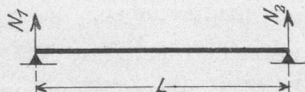
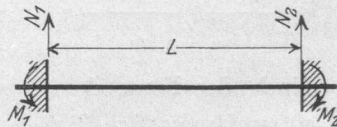

Fig. 26.
Fig. 27.
b) Träger auf zwei Stützen, entweder beiderseits frei aufliegend (Fig. 26) oder einseitig bzw. zweiseitig eingespannt (Fig. 27), einfache Träger genannt, im Gegensatz zu den